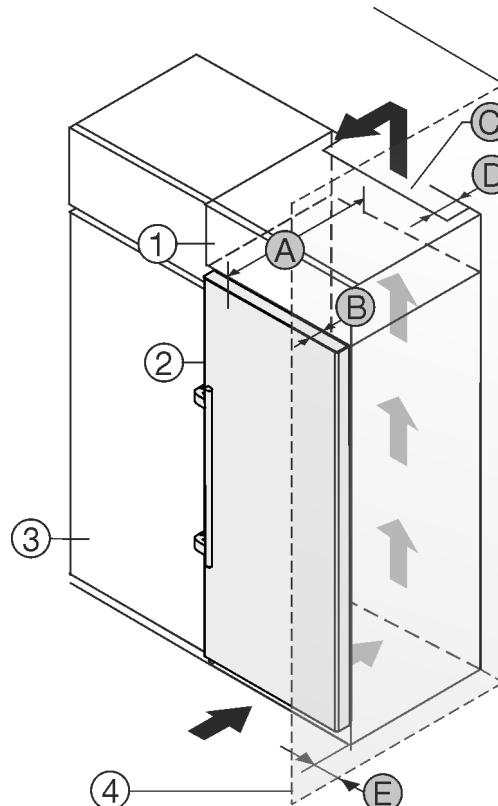

Fig. 2
Gerät direkt neben dem Küchenschrank Fig. 2 (3) aufstellen.*
An der Rückseite des Aufsatzschrankes muss ein Abluftschacht mit der Tiefe Fig. 2 (D) über die gesamte Aufsatzschrankbreite vorhanden sein.*
Unter der Raumdecke muss der Entlüftungsquerschnitt Fig. 2 (C) eingehalten werden.*
Wenn das Gerät mit den Scharnieren neben einer Wand Fig. 2 (4) aufgestellt wird, muss der Abstand zwischen Gerät und Wand mindestens 57 mm (2.24 in) betragen. Dies entspricht dem Griffüberstand bei geöffneter Tür.*
Um die Türe vollständig öffnen zu können, muss Gerät um die Türtiefe Fig. 2 (B) gegenüber der Küchenschrankfront vorstehen. Abhängig von der Tiefe der Küchenschränke Fig. 2 (3) und Verwendung von Wandabstands haltern kann das Gerät weiter herausragen.*